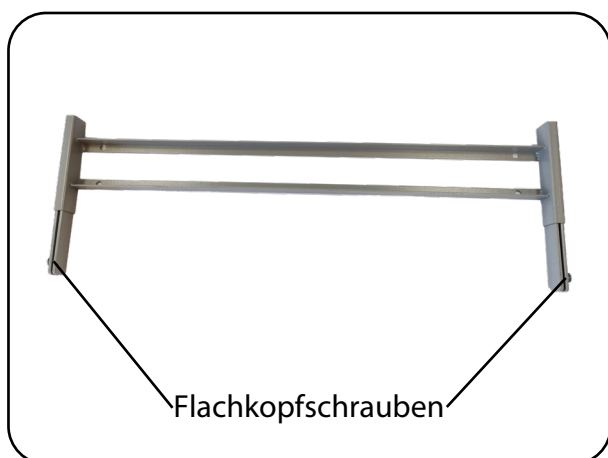

Abb. 6.6.01 – Bettverlängerung für Metallgitter
- 1 x Bettverlängerung fußseitig Metallgitter oder Federleiste (Abb. 6.6.01)
- 2 x Flachkopfschrauben M8 x 14 in Bettverlängerung montiert (Abb. 6.6.01)
1. Entfernen Sie die zwei Flachkopfschrauben aus der Bettverlängerung (Abb. 6.6.01).